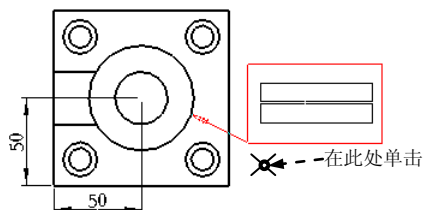

图 5.2.79 选取放置位置
Step3. 在系统  选取一个边，一个基准点，一个轴心，一曲线，一顶点 或一修饰草绘图元。的提示下，选取图 5.2.79 所示的圆弧。
Step4. 此时在鼠标指针上附着一个小方框，在图 5.2.79 所示的位置单击。